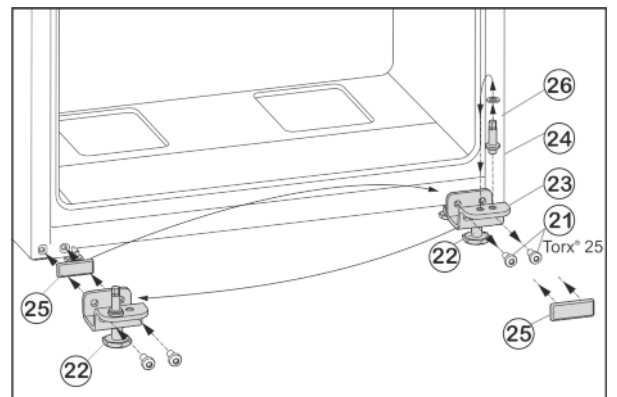

Fig. 7
- ▶ Irrota kiinnitysruuvit Fig. 7 (21).
- ▶ Ota alempi laakerijalusta Fig. 7 (23) kokonaisuudessaan pois yhdessä laakeripultin Fig. 7 (24), levyn Fig. 7 (26) ja säätöjalan Fig. 7 (22) kanssa.
- ▶ Irrota laakeripultti Fig. 7 (24) kokonaan yhdessä levyn Fig. 7 (26) kanssa, aseta se laakerijalustan vastapäiseen kiinnitysaukkoon ja ruuvaa uudelleen kiinni.
- ▶ Irrota suojalevy Fig. 7 (25) varovasti ja aseta se vastakkaiselle puolelle.
- ▶ Ruuvaa alempi laakerijalusta Fig. 7 (23) uudelleen kokonaisuudessaan kiinni yhdessä laakeripultin Fig. 7 (24), levyn Fig. 7 (26) ja säätöjalan Fig. 7 (22) kanssa uudelle sarana- puolelle käyttäen tarvittaessa apuna akkukäyttöistä ruuvinväännintä (**kiristysmomentti 4 Nm**).
- ▶ Aseta alempi ovi yläkautta laakeripulttien Fig. 7 (24) päälle.
- ▶ Kierrä säätöjalkaa *Fig. 7 (22)* alhaalla olevassa laakerijalustassa *Fig. 7 (23)* ulospäin, kunnes se koskettaa lattiaa.